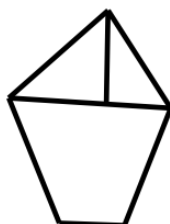

図2
- (2)図2のように、カットしたものを3枚セロハンテープで合わせます。
- (3)鏡の表面の保護フィルムを手の指紋をつけないようにしてはがします。
- (4)図2の表面にシールなどで飾りつけます。完成した鏡をのぞき映る様子を観察します。